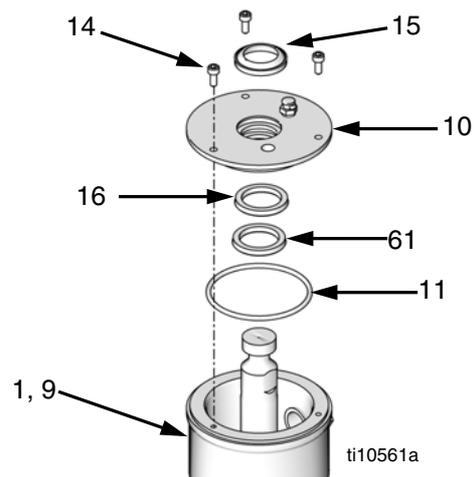

FIG. 31
26. Installez un nouveau joint torique (11), un racleur de coupelle (15), un joint (16) et un anneau de retenue (61) dans le capot de la coupelle (10). Voir FIG. 31.
27. Faites doucement glisser le capot de la coupelle (10) sur la tige de piston. Alignez les orifices du capot et de la coupelle. Insérez les vis (14). Utilisez un tournevis hexagonal pour serrer les vis. Voir FIG. 31.